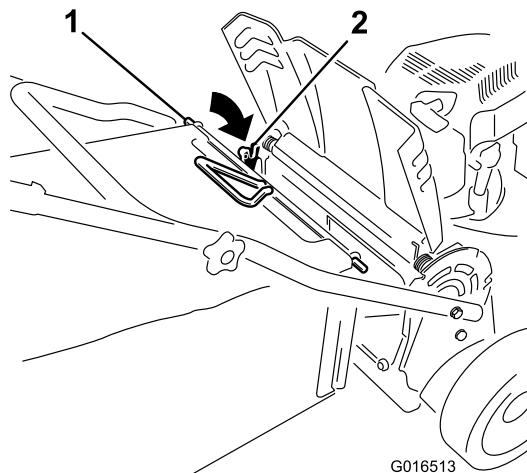

Рисунок 28
- Вставьте штангу мешка в выемки в основании рукоятки и покачайте мешок вперед-назад, чтобы убедиться в том, что штанга находится в нижней и верхней выемке; см. Рисунок 28.